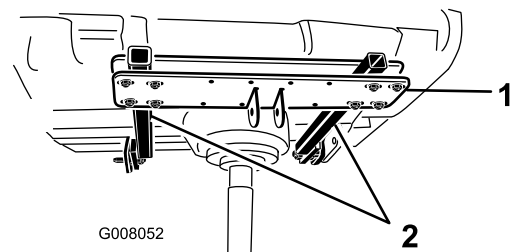

Figura 5
2. Monte provisionalmente los brazos de apoyo en el travesaño del enganche con 8 tornillos de 1/2 x 4 pulgadas, 16 arandelas y 8 contratuercas. La posición es la que se muestra en Figura 5.